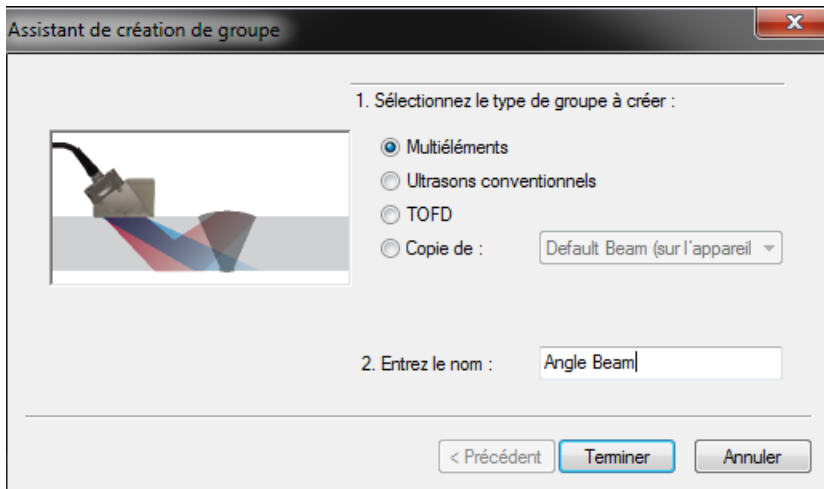

Figure 4-5 Boîte de dialogue Assistant de création de groupe
2. Dans la boîte de dialogue **Assistant de création de groupe** qui s'affiche effectuez les tâches suivantes (voir la Figure 4-5 à la page 242) :